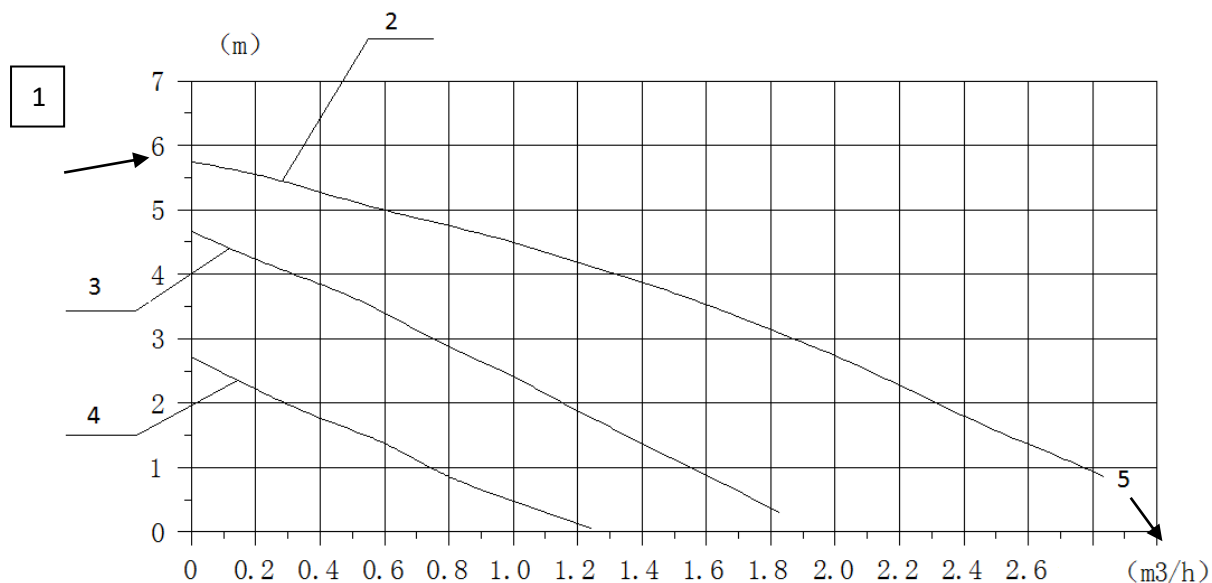

Рис. 4
3.8 Диаграмма характеристик циркуляционного насоса (рис. 4)